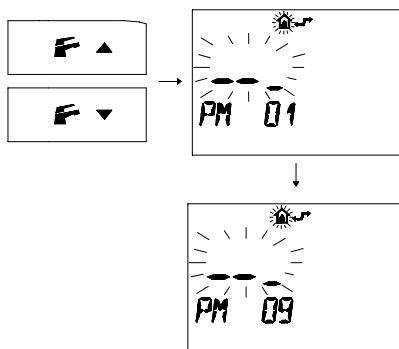

Figura 9.16
- Premere i pulsanti o per visualizzare la programmazione "PM09" modo spazzacamino (Figura 9.16)